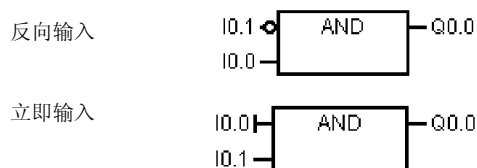

图 5-5 FBD 惯例
- 反向圈：操作数或者能流的负逻辑或者反向输入表示为在输入端加一个小圆圈。在图 5-5 中 Q0.0 是 I0.0 的非和 I0.1 与的结果。反向圈仅用于能够作为参数或者能流的布尔信号。
- 立即输入：如图 5-5 中所示，在 FBD 编辑器中，用在 FBD 指令输入端加一条垂直线的方法来表示布尔操作数的立即输入。立即输入直接从物理输入点上读取数据。立即操作数只能用物理输入点。